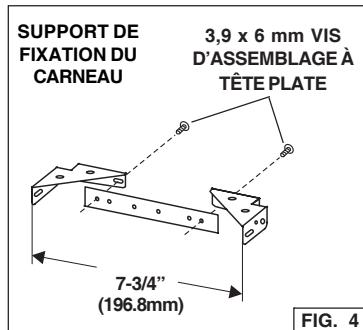

FIG. 4
1. Assemblez le support de fixation du carneau en réglant la largeur extérieure comme indiqué. Fig. 4.
3. Fixez l'assemblage du support au plafond au moyen de deux (2) vis de montage de 4,8 x 38 mm et d'ancres murales. Vérifiez que le support est enfoncé dans le mur adjacent et qu'il est centré au-dessus de la hotte.